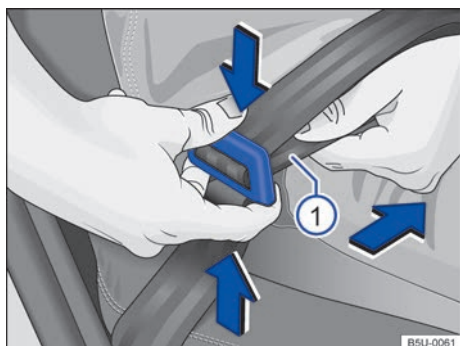

Fig. 55 Liberar la banda para ajustar el cinturón de seguridad.
- Presionar la hebilla \Rightarrow fig. 55 para desbloquear la traba y ajustar la longitud del cinturón del seguridad.
- Tirar del cinturón de seguridad por la parte inferior \Rightarrow fig. 55 ① en el sentido de la flecha.